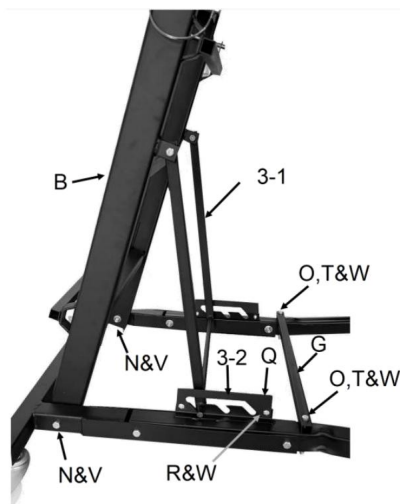

Fig. 3
3. Instale el conjunto de escalera (B) insertando un perno de marco (N) a través de cada lado de la base de una tuerca de seguridad1 (V). Oscilación el soporte angular de la escalera (Fig.3 3-1) en el Muecas de ajuste de altura (3-2). Asegúrese de El travesaño está firmemente en su lugar.
4. Coloque el soporte cruzado para piernas (G) en ambos lados. Patas (E y F), alineando los orificios de los pernos. Inserte un perno de soporte transversal (O) a través de cada extremo de el soporte de la pierna cruzada y la pierna. Deslice una arandela (T) sobre un perno y asegurarlo con una contratuerca 2(W). Repetir con el otro soporte transversal. tornillo.